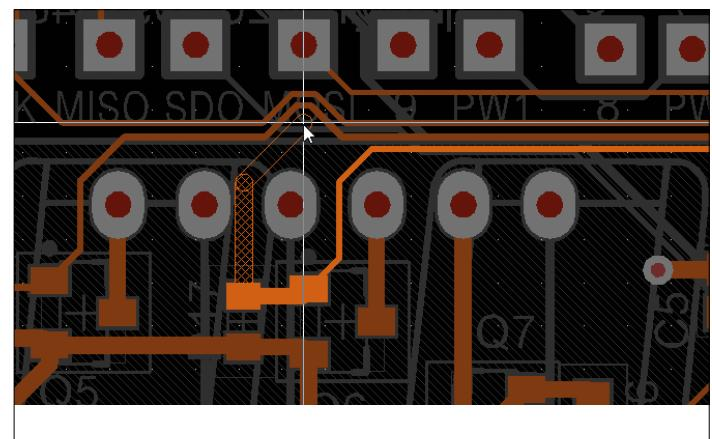

Figure 3. L'outil de routage interactif.
- *Push* : tente de pousser les pistes hors du chemin de la piste en cours de routage (**fig. 3**).